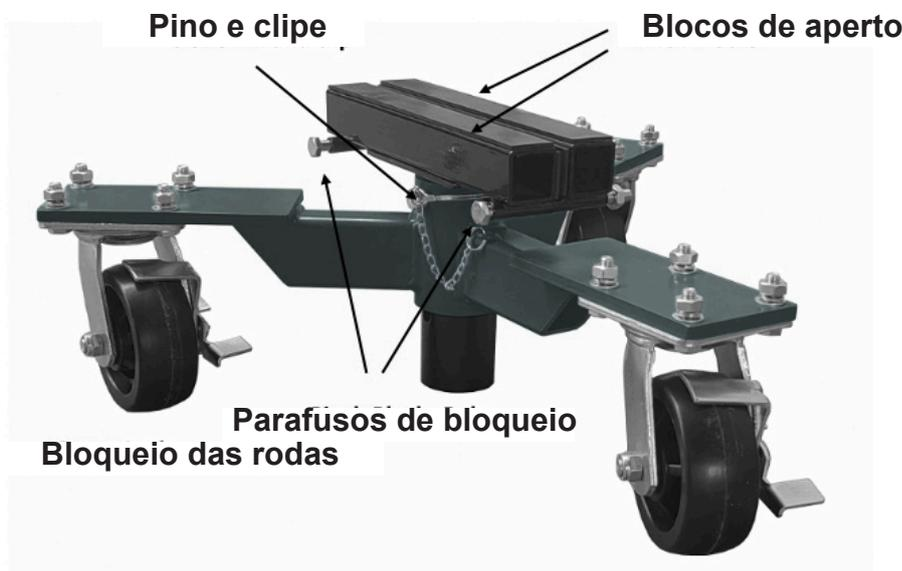
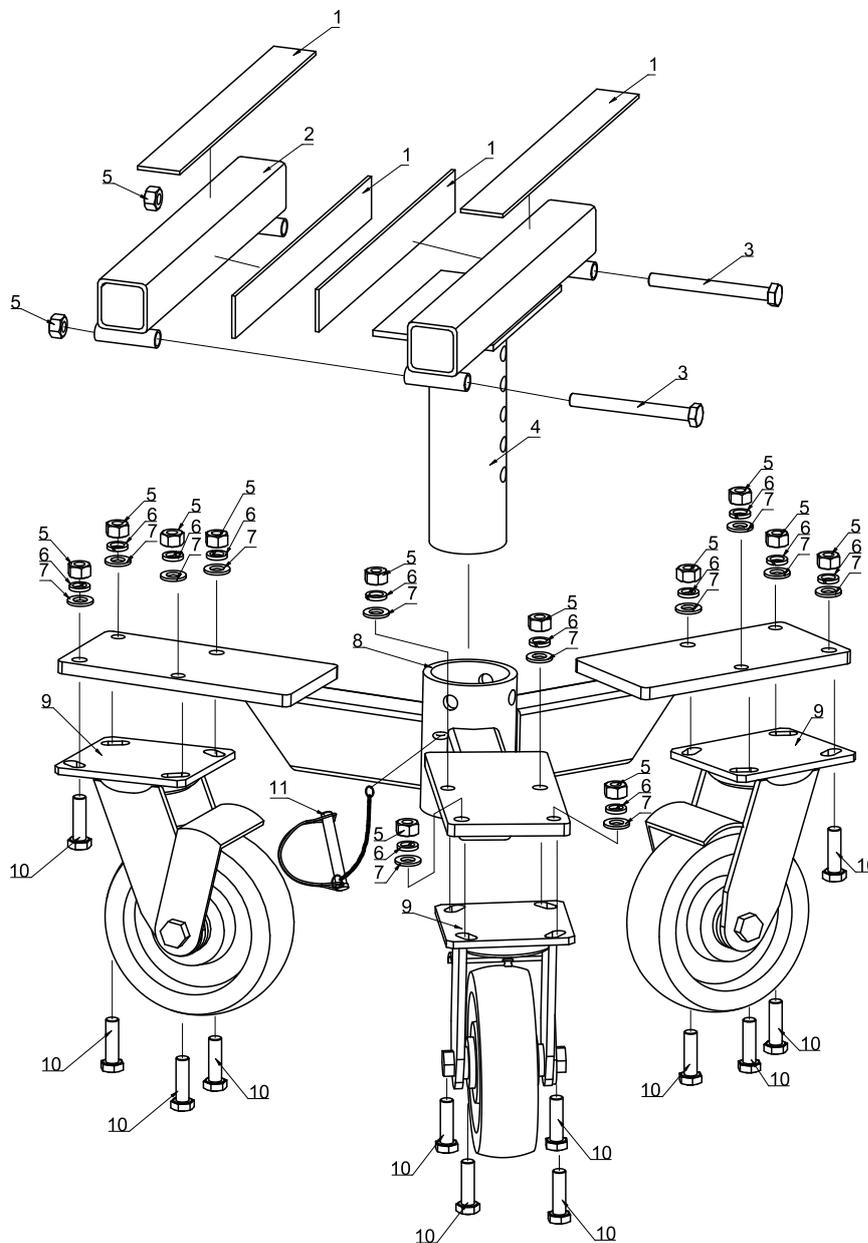

fig.1
fig.2
- Fixe totalmente os rodízios giratórios de bloqueio “5” [C] às bases do carrinho de soldadura por pressão com o pino de fixação de bloqueio de arame acorrentado [A] utilizando os parafusos M8x30 incluídos com anilha, anilha de bloqueio, porca [D] (FIG 1).
- Baixe os postes de soldadura por pressão com as ferragens e as tiras de borracha instaladas nas bases. Bloqueie no lugar inserindo o pino de fixação através dos orifícios da base e da coluna. Fixe o pino de fixação com o grampo integral (FIG 1).
- Verifique se os parafusos dos blocos de aperto (FIG. 1) estão desapertados e se os blocos estão suficientemente largos para as soldaduras de aperto do veículo.
- Baixar lentamente o veículo sobre os carros. Se as soldaduras de aperto estiverem completamente assentes nos blocos e todos os rodízios estiverem a tocar no chão (FIG 2), pode apertar os parafusos do bloco de aperto (FIG 1) para os fixar nas soldaduras de aperto.